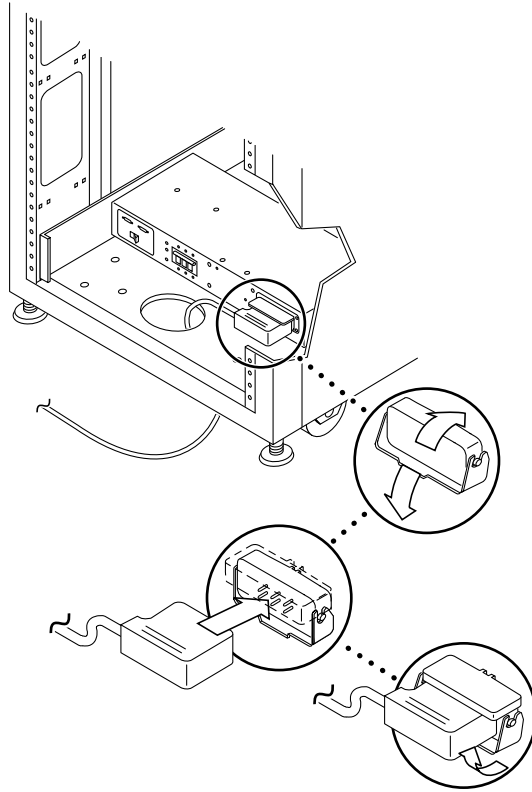

図 2-10 電源ケーブルの接続
- 電源ケーブルのメス端を背面電源シーケンサコネクタに接続します。もう一方の電源ケーブルのメス端を正面電源シーケンサコネクタに接続します (図 2-10)。